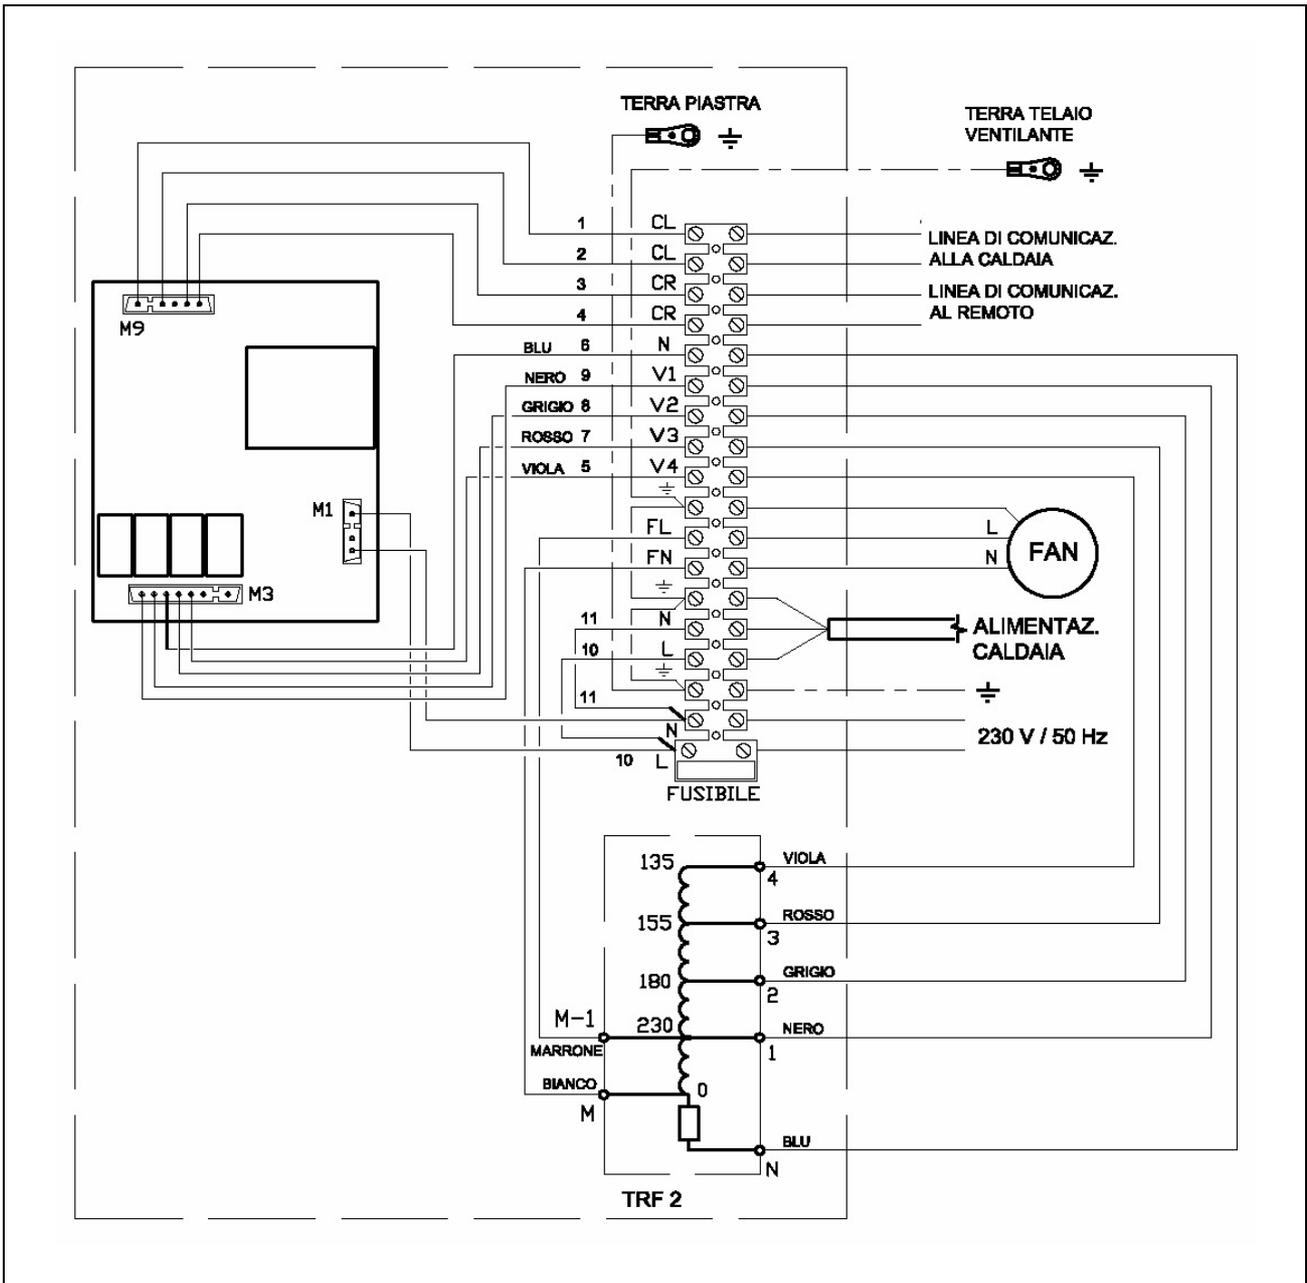

Figura 15 - SCHEMA COLLEGAMENTI SCHEDA ELETTRONICA MODULO INTERNO
- Effettuare il collegamento del modulo interno all'alimentazione elettrica secondo lo schema di Figura 15. Il cavo da utilizzare deve essere di tipo FG7 3Gx1,5 mm2.